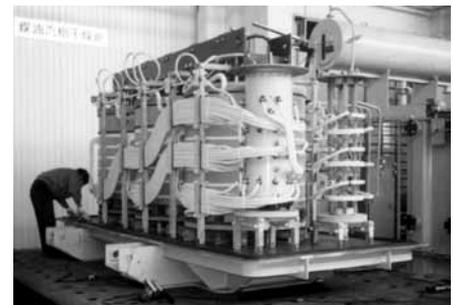

Fig. 11
7.4 Montage du changeur de prises dans le transformateur à cuve de type cloche (fig.11)
Si le transformateur est séché dans sa propre cuve, l'intérieur du compartiment d'huile doit être soumis au vide puisque la tête du changeur de prises en charge reste fermée pendant le procédé. Le couvercle du changeur de prises en charge résiste au vide. Pour garantir un séchage suffisant du compartiment d'huile et du corps insérable du sélecteur en charge, il convient de relier la cuve du transformateur par un tuyau court de 25mm de diamètre nominal, à l'un des raccords sur la tête du changeur de prises en charge en le faisant entrer directement dans le sélecteur en charge. Ce tuyau doit être mis en place entre les raccords E2 et Q ou au choix E2 et R (voir Annexe 2 et Fig.11 pour la position des raccords).